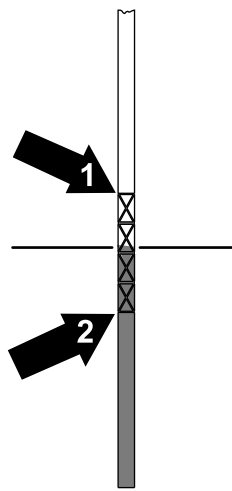

Bild 55
5. Nehmen Sie den Peilstabdeckel heraus und prüfen Sie den Ölstand (Bild 55).
6. Liegt der Hydraulikölstand unter der entsprechenden unteren Markierung am Ölpeilstab, füllen Sie das angegebene Hydrauliköl in den Hydraulikölbehälter nach. Stecken Sie den Peilstabdeckel in den Hydraulikölbehälter und wiederholen Sie die Schritte 3 bis 5, bis der Ölstand zwischen der oberen und unteren Markierung (Bild 55) am Ölpeilstab liegt.